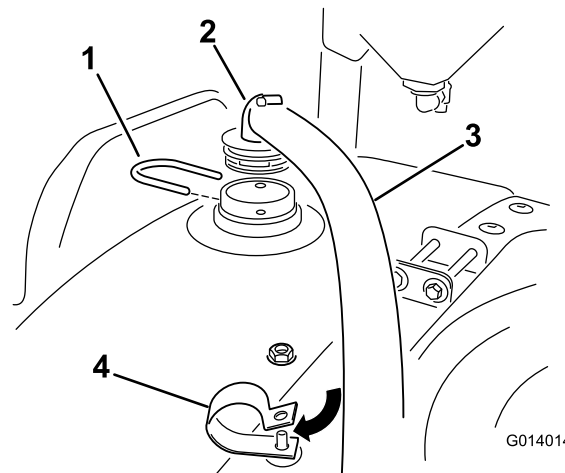

Bild 23
- Befestigen Sie das Schlauchende mit dem 90-Grad-Anschlussstück am Schott, den Sie bereits oben, vorne am Behälter befestigt haben (Bild 23).
2. Befestigen Sie es mit einer Gabel am Behälter, wie in Bild 23 dargestellt.
3. Verlegen Sie das offene Ende des Schlauchs nach unten und durch die R-Klemme zum Ejektor. Setzen Sie eine Sicherungsmutter auf die Schraube in der R-Klemme und ziehen Sie sie zu diesem Zeitpunkt mit der Hand an (Bild 23). Dies ermöglicht weitere Einstellungen.